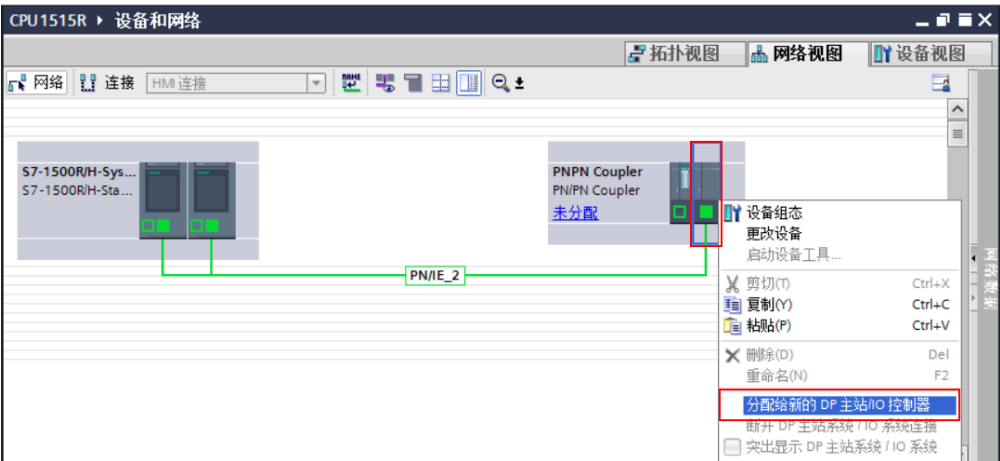
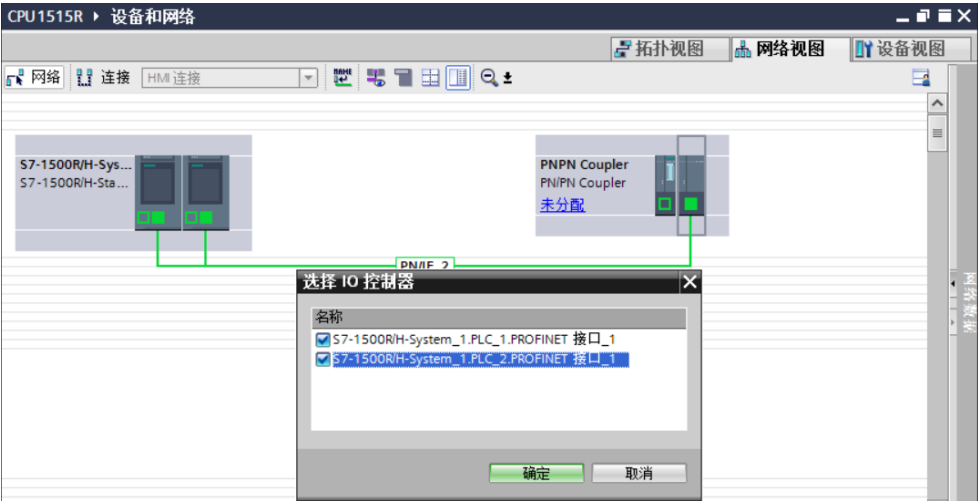

图 2-18 鼠标右键点击 PN/PN Coupler 右半部分弹出菜单
图 2-19
- 3) 鼠标右键点击 PN/PN Coupler 右半部分，在弹出菜单中选择“分配给新的 DP 主站/IO 控制器”，接下来在弹出的 IO 控制器列表中，选择两个 CPU1515R 之后点击“确定”按钮，如图 2-18 和图 2-19 所示。